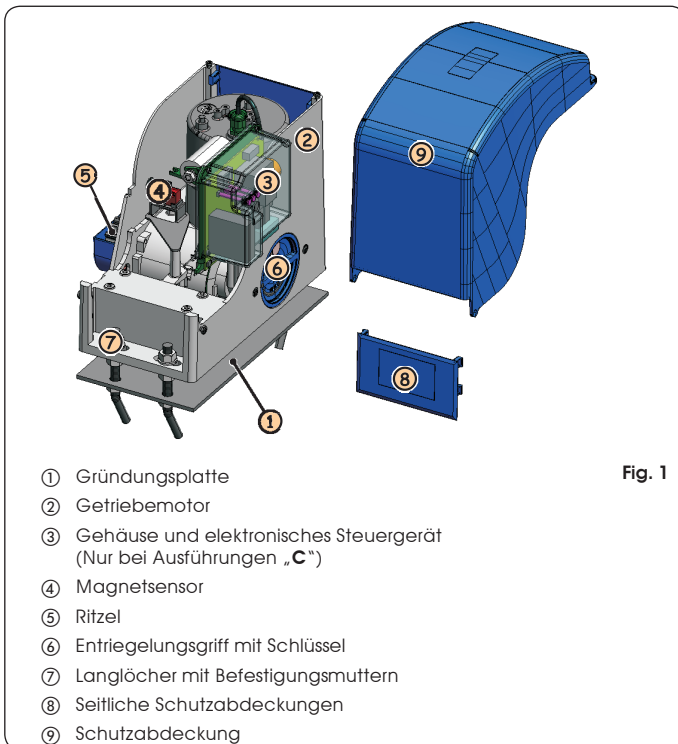

Fig. 1
1. Steek de speciale bijgeleverde sleutel in het slot Fig. 1 Ref. ①, en draai hem met de wijsers van de klok mee zoals aangeduid in Fig. 1 Ref. ②.
2. Draai het ontgrendelingsmechanisme ongeveer 180° met de wijsers van de klok mee, zoals aangegeven in Fig. 1 Ref. ③.